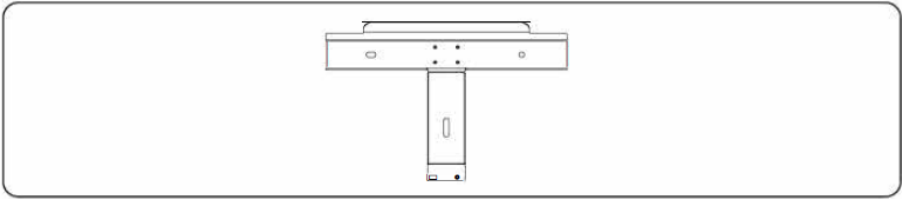

Figura 4.9 El panel trasero (unidad: mm)
**Paso 1** Saque el panel trasero de la caja de embalaje, y determine las posiciones para el inversor y el soporte, como se muestra en la figura 4.9.